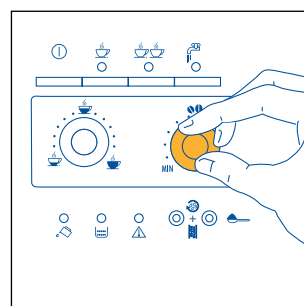
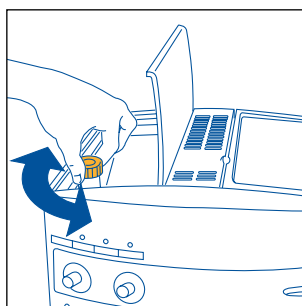

Fig.7
Fig. 17
- 2) Ställ in önskad smak på kaffet med vredet till höger (fig. 7). Maskinen mal mer kaffebönor ju längre medsols du vrider det, och därmed blir kaffet också starkare. När maskinen är ny krävs det att du lagar några koppar för att hitta den inställning som ger dig en espresso med önskad smak. Om du vrider vredet för långt medsols blir utmatningen väldigt långsam (droppvis), framför allt när du lagar två koppar kaffe.
ANM 1: Vrid vredet för inställning av malningsgrad (fig. 17) ett steg medsols om kaffet matas ut droppvis eller inte alls (se avsnitt 6). Vrid ett steg i taget tills du är nöjd med utmatningen.
ANM 2: Vrid det högra vredet (fig. 7) något medsols om kaffet matas ut för snabbt och du inte är nöjd med skummet. Det krävs att du lagar några koppar för att hitta den inställning som ger dig en espresso med önskad smak. Om du vrider vredet för långt medsols blir utmatningen väldigt långsam (droppvis), framför allt när du lagar två koppar kaffe. Vrid också vredet för inställning av malningsgrad ett steg motsols om du inte är nöjd med skummet efter att ha lagat några koppar (fig. 17). Se avsnitt 6.
För att råda bot på detta kan du ställa in en annan malningsgrad genom att vrida vredet för inställning av malningsgrad (fig. 17) ett steg motsols (se anvisningarna i avsnitt 6).
Kaffekvarnen har förinställts i fabriken för att utmatningen av kaffet ska bli korrekt och behöver inte ställas in, åtminstone inte i början. När du har lagat de första kopporna kaffe måste du dock ändra inställningen med hjälp av vredet för inställning av malningsgrad, om utmatningen går för snabbt eller för långsamt (droppvis) (fig. 17). Om du vrider det ett steg medsols (motsvarande en siffra) matas kaffet ut snabbare (droppar inte). Om du vrider det ett steg motsols matas kaffet ut långsammare och skummet blir bättre.